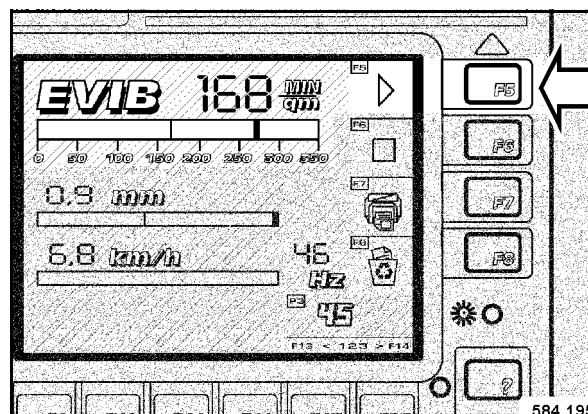

Fig. 125
- Al llegar a la marca 1 hay que pulsar la tecla F5 „START“ (Fig. 125).